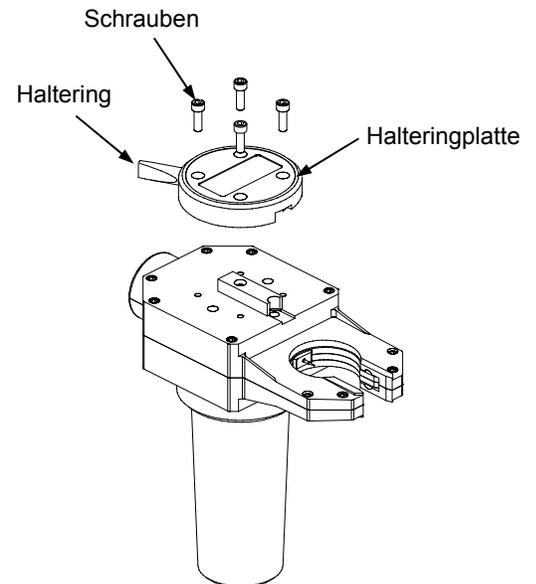

Abbildung 30 Entfernen des Halterings und der Halteringplatte
2. Entfernen Sie die vier Schrauben, den Haltering und die Halteringplatte. Siehe Abbildung 30.